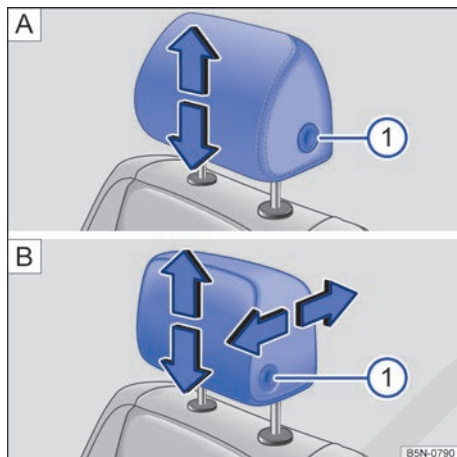
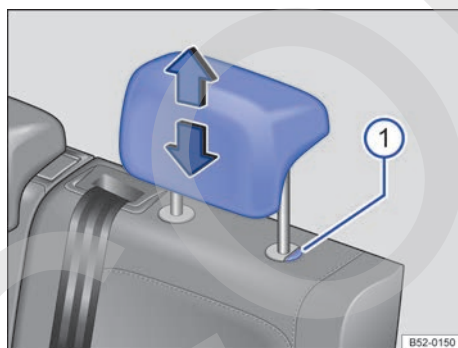

Fig. 95 Ajuste de los apoyacabezas delanteros: **A** Sin posibilidad de ajuste longitudinal, **B** con posibilidad de ajuste longitudinal.
Fig. 96 Ajuste de los apoyacabezas traseros.
- Tire del apoyacabezas hacia arriba o hacia abajo, dado el caso a la vez que presiona la tecla → **fig. 95** ① o → **fig. 96** ①, en el sentido de la flecha correspondiente → ⚠️ en *Introducción al tema* de la pág. 120.
- Desplace el apoyacabezas hacia delante o, a la vez que presiona la tecla → **fig. 95** **B** ①, hacia atrás en el sentido de la flecha correspondiente.